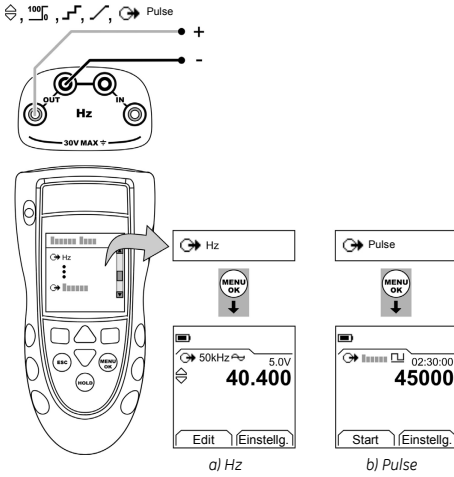

Abbildung 2: Beispielkonfiguration: Geben von Hz oder Pulsen
1. Schließen Sie das Gerät an (Abbildung 2) und ändern Sie ggf. die Option *Konfig.* (Tabelle 1).